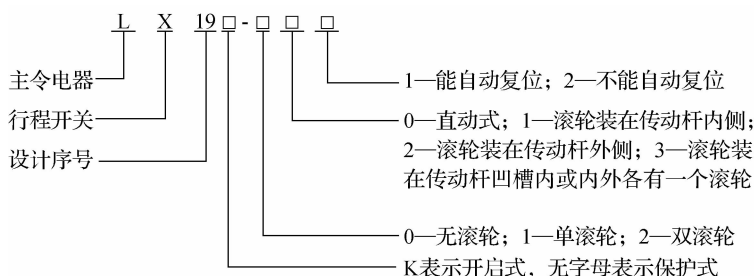

图 1-22 LX19 系列行程开关的型号含义
(1)行程开关的型号含义。以 LX19 系列行程开关为例进行介绍,如图 1-22 所示。